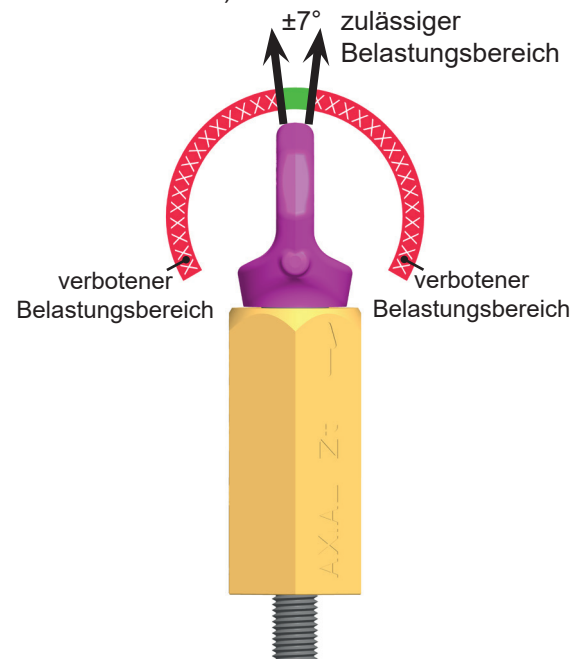
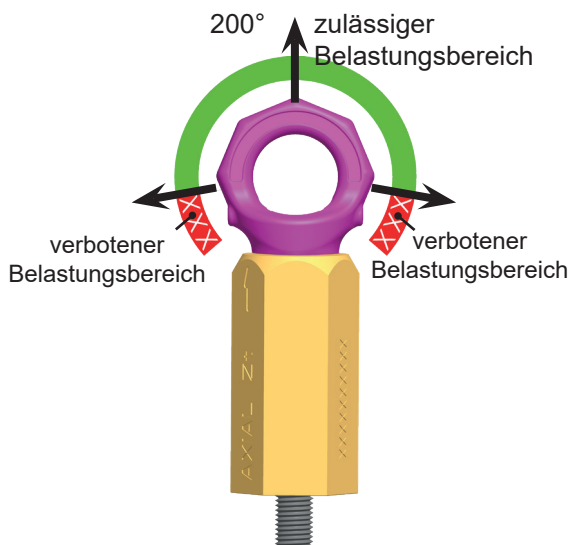

Abb. 1: Verbotene Querbelastung zur Ringebe
Abb. 4: Zulässiger Belastungsbereich in Ringebene
- Stellen Sie vor dem Einhängen des Anschlagmittels den Ringkörper der VRS in Krafrichtung ein (vgl. Abb. 1 und Abb. 4).